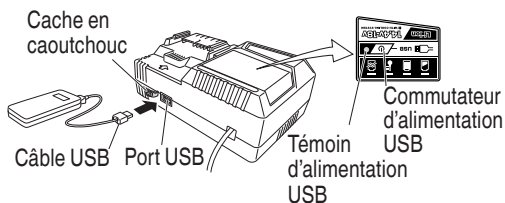

Fig.9
- (2) Mettez le commutateur d'alimentation USB sur marche (Fig. 9)
- (3) Connectez le câble USB. (Fig. 9)
○ Mettez le commutateur d'alimentation USB sur arrêt et débranchez le câble d'alimentation de la prise électrique. (Fig. 9)